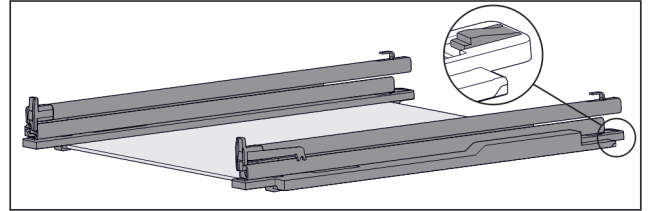

Fig. 110 Tablette en verre avec rails et pièces de retenue
- ▶ Pousser l'arrière de la pièce de retenue vers le bas (voir Fig. 110) et pousser dans le même temps le tiroir vers l'arrière.